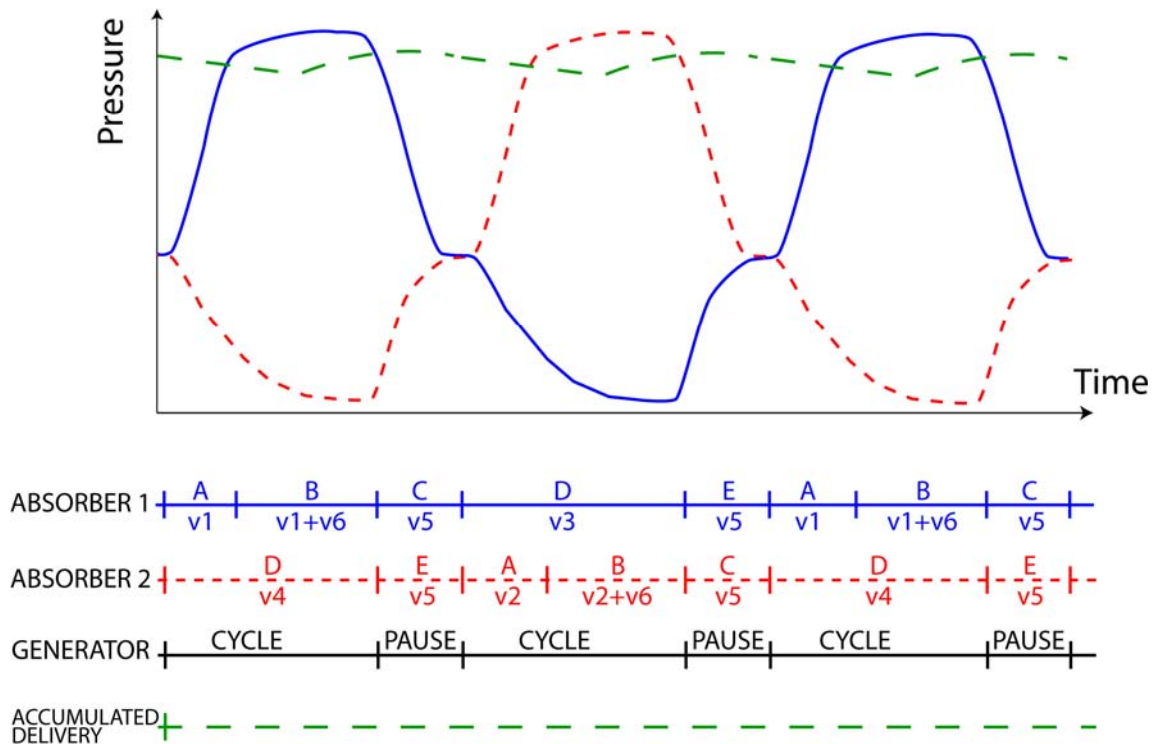

Рисунок 2 – схема соотношения времени и давления генераторов кислорода Охумат
**Обычная последовательность процесса в каждой колонне (см. рисунок 2 и 3 на следующей странице):**